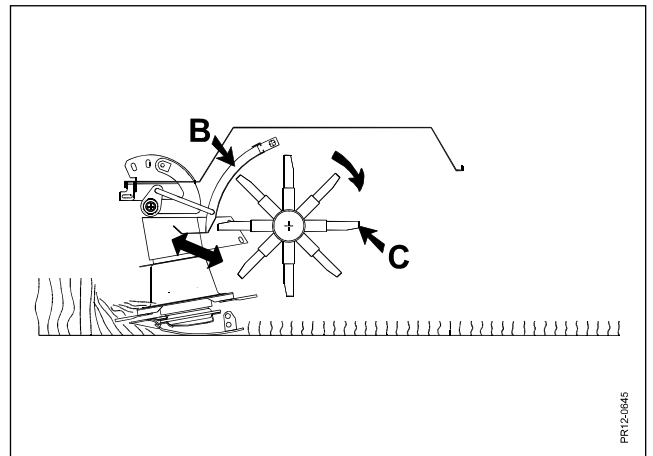

Fig. 3-13
**Fig. 3-13** Denne crimpningsgrad ændres ved at regulere afstanden mellem crimperpladen **B** og crimperfingrene **C** på rotoren. (Jo mindre afstand, jo kraftigere crimpes afgrøden)